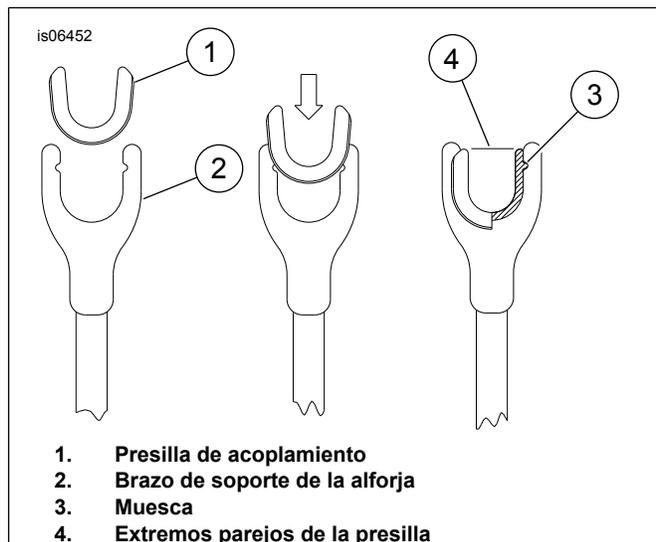

Figura 2. Instalación de la presilla de acoplamiento
2. Vea Figura 2. Instale las presillas de acoplamiento con forma de “U” (1) en el extremo de la ranura de los brazos de soporte de las alforjas (2). Las presillas deben estar completamente insertadas en la ranura del brazo de soporte para que encajen sobre la horquilla de acoplamiento.
3. Asegúrese de que las protuberancias de la presilla de acoplamiento estén completamente asentadas en la muesca del brazo de soporte (3) y que ambos extremos de la presilla de acoplamiento estén aproximadamente al mismo nivel de los salientes del brazo de soporte (4). Esto puede necesitar más de un intento. **Si** la presilla está casi pero no completamente asentada, proteja las superficies de la presilla y de la pieza de soporte usando alicates para lograr que acoplen las muescas.